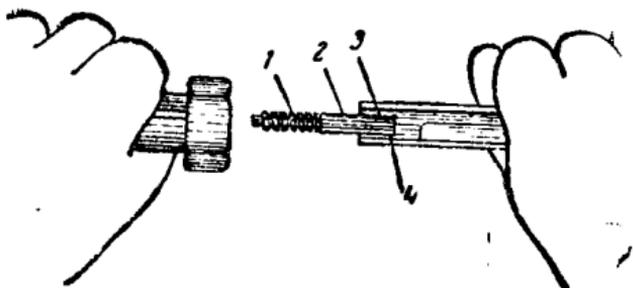

Рис. 26. Как отделить ударник от боевой личинки.
4. Взять остов затвора в левую руку, а боевую личинку в правую, как показано на рис. 26, и вставить муфту боевой пружины внутрь остова затвора так, чтобы вырезы на ее заднем торце вошли в соответствующие срезы отверстия остова затвора.